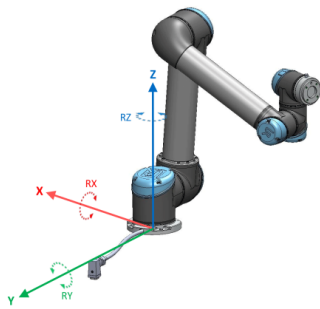

Figura 13.1: Recurso de base
- O Recurso Base está localizado com origem no centro da base do robô (consulte a figura 13.1)